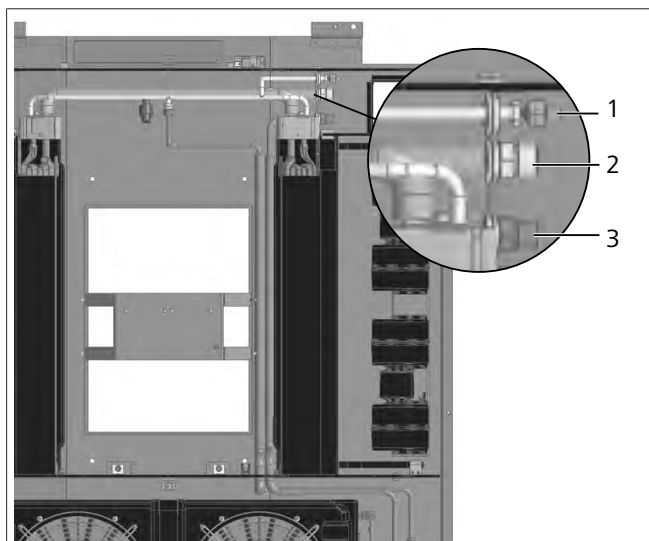

Fig. 19 Conecte el kit de front box
1. Instale una manguera de alta presión para refrigerante a través de la abertura en el bastidor del climatizador. Véase la Fig. 19.